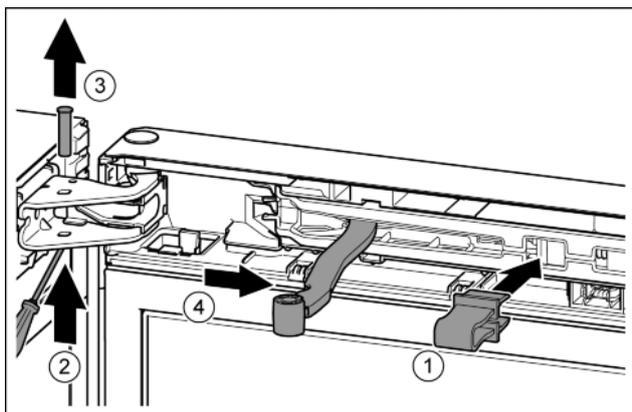

Fig. 9
- ▶ Sicherung in Öffnung einrasten. *Fig. 9 (1)*
- ▶ Bolzen mit Schraubendreher T15 herausschieben. *Fig. 9 (2)*
- ▶ Bolzen nach oben herausnehmen. *Fig. 9 (3)*
- ▶ Gelenk in Richtung Tür drehen. *Fig. 9 (4)*